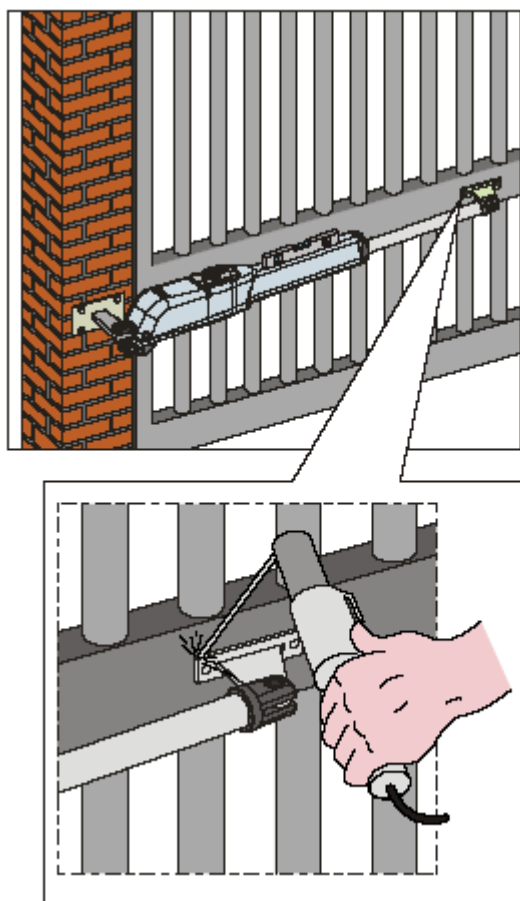

Рис. 12
9) Закрыть створку и, удерживая привод строго горизонтально, определить место крепления переднего кронштейна (рис. 12). Горизонтальное положение привода определяется с помощью строительного уровня.
10) Временно закрепить передний кронштейн сваркой в двух точках (рис. 12).